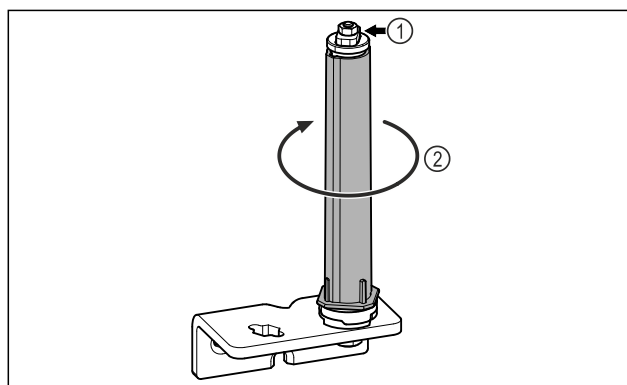

Fig. 21
- Ärge võtke ukse sulgemissüsteemi lahti Fig. 21 (1).
- Keerake sulgemissüsteemi Fig. 21 (2), kuni see klõpsub.